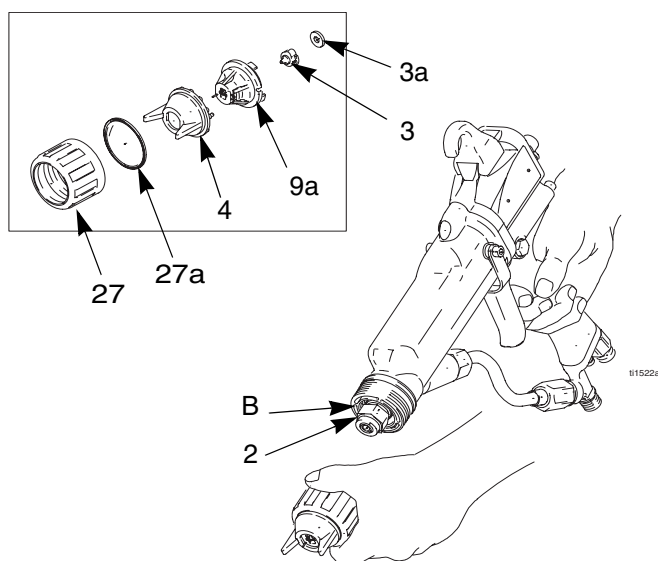

Fig. 8 Remplacement de la protection de buse, du chapeau d'air et de la buse de pulvérisation
2. Retirer le circlip (27), la protection de buse (4), le chapeau d'air (9a) et la buse de pulvérisation (3). Le chapeau d'air peut éventuellement être tourné avec la protection de buse pour retirer le chapeau d'air du pistolet. Voir FIG. 8.